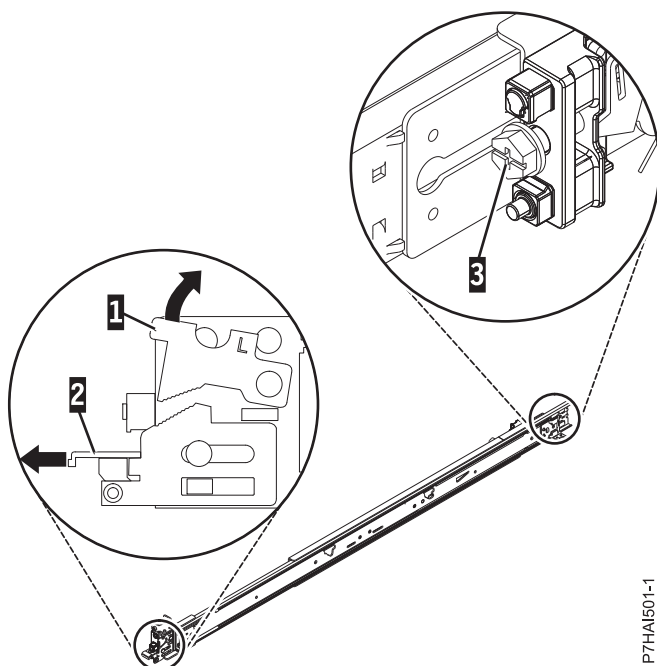

Figure 19. Ouverture du loquet avant et retrait de la vis arrière
2. Poussez vers le haut la languette de verrouillage (1) et tirez sur le loquet avant (2) à l'avant de la glissière. Retirez ensuite la vis à l'arrière de la glissière (3). Pour plus de détails, voir figure 19, à la page 24.